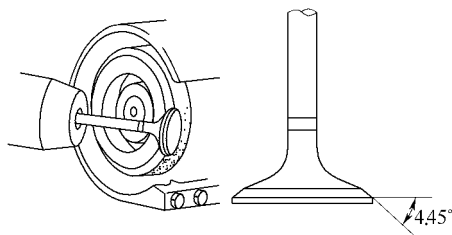

图 1-37 检查气门锥角
1) 磨气门，将凹痕和积炭磨掉，检查气门面锥角是否已磨到正确的角度，如图 1-37 所示。